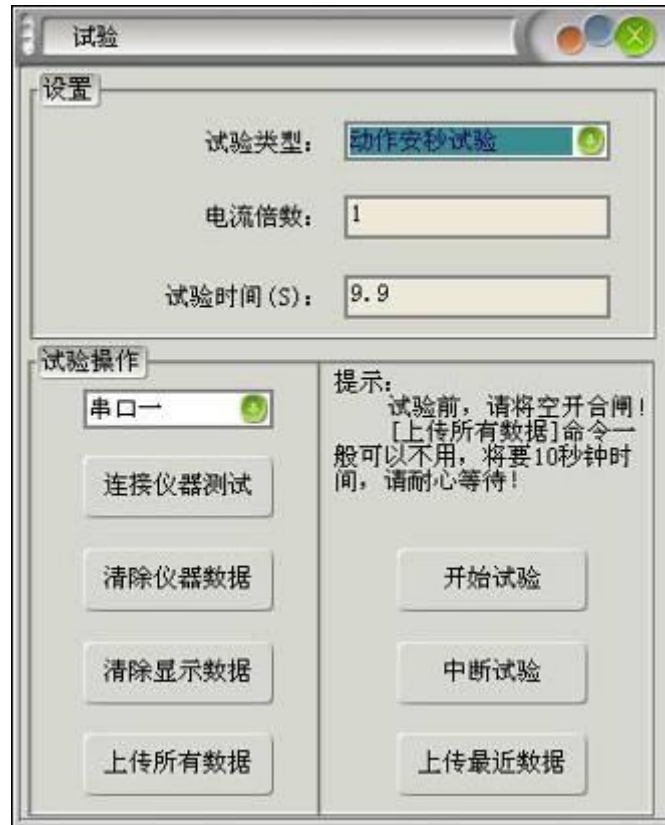

图 16 试验命令界面
- (1) 一个试验数据文件只包含一个直流断路器的试验数据，因此额定电流是不变的，试验首先设置额定电流。额定电流改变，将认为已经更换了新的直流断路器，系统将会清空以前的试验记录。
- (2) 按“动作显示”将显示本直流断路器的安秒动作试验数据，左边是数据形式，右边为数据曲线。按“不动作显示”将显示通流不动作试验数据。
- (3) 按“试验”，将弹出试验命令界面，如图 16: